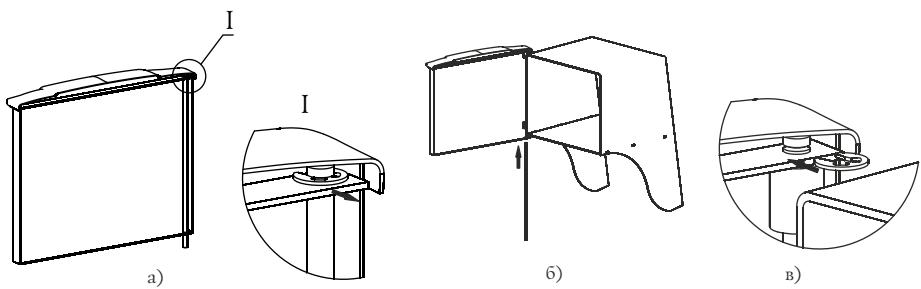

Рисунок 8. Установка дверцы при монтаже печи.
Установка дверцы на печи модели «Саяны» и производится следующим образом (рисунок 8):
- Извлеките ось из дверцы, предварительно сняв упорную быстросъемную шайбу, рисунок 8.а;
- Вставьте ось через отверстия снизу вверх, с расположением канавки под шайбу в верхней части оси, рисунок 8.б;
- Установите упорную быстросъемную шайбу в канавку на оси, рисунок 8.в